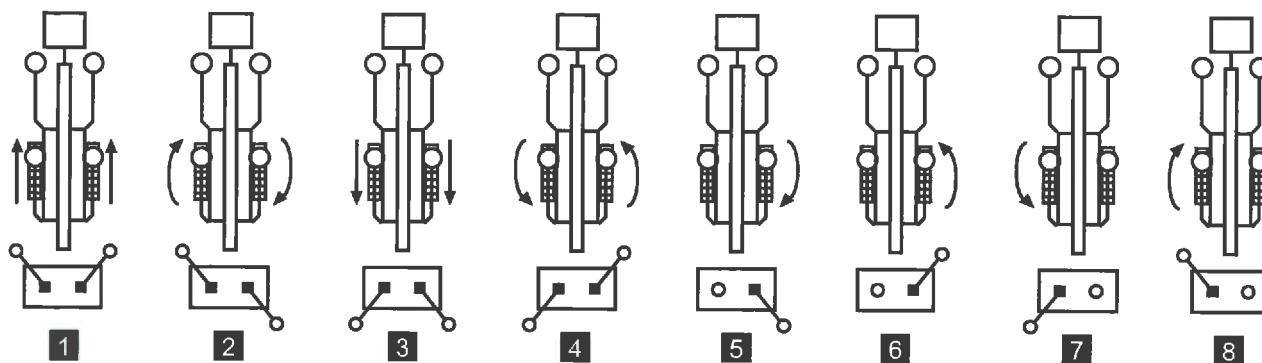

Abb. 92
- Die maximale Schrägstellung der Maschine beachten (Abb.92).